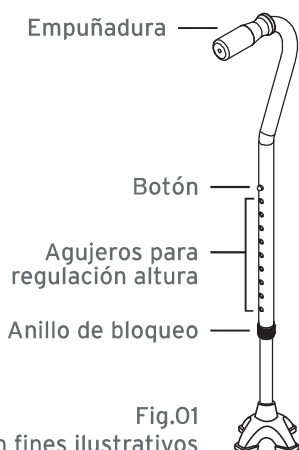

Fig.01
- Destornillar el anillo de bloqueo (Fig.01);